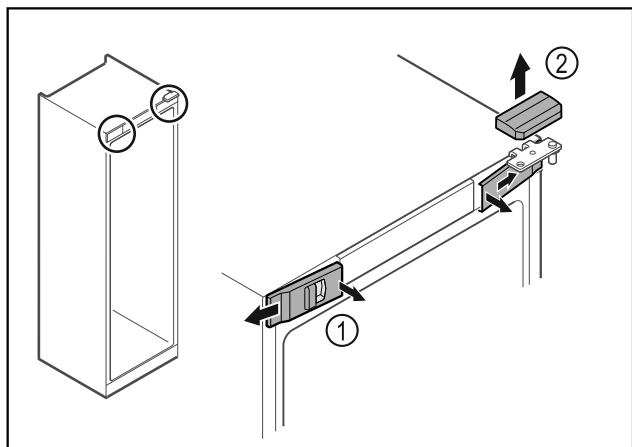

Fig. 18
- ▶ Haakige eesmised katted Fig. 18 (1) seest lahti ja võtke küljele maha.
- ▶ Võtke ülemine kate Fig. 18 (2) ülespoole maha.